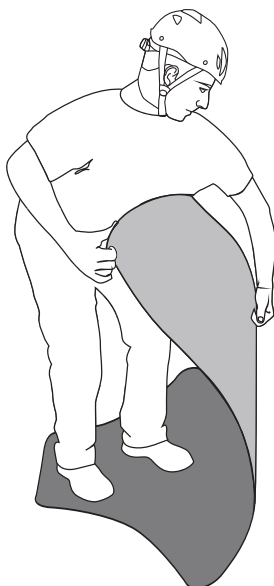

Abb. 7
a) Die Rettungstrage „**HALF ROLLY**“ aus der Transporttasche (O) nehmen und die Schlinge mit Winde (N) entfernen,
B) die Liegefläche (A) auslegen und glätten, indem sie an den Enden umgekehrt aufgewickelt und in der Mitte nach unten gedrückt wird (Abb. 7).